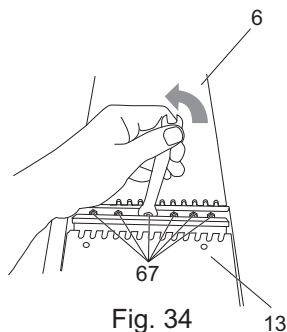

Fig. 34
- > Gire el árbol porta-cuchillas de modo que una de las cuchillas quede expuesta en el hueco entre la mesa de entrada (6) y la mesa de salida (13).
- > Gire los seis tornillos tensionadores de la cuchilla (67) en sentido antihorario con una llave de 8 mm para aflojarlos. (Fig. 34)